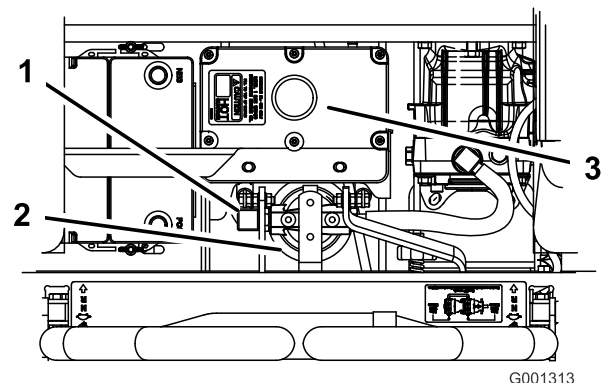

Figura 63
4. Retire el manguito hidráulico de la derecha a su entrada en el adaptador (Figura 63).
6. Vuelva a instalar el manguito hidráulico de la derecha en el adaptador (Figura 63).